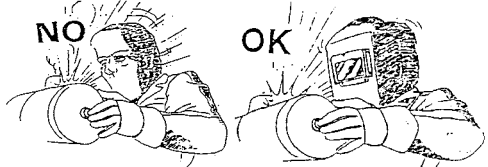

Fig.2
**Atención: no mire nunca un arco eléctrico sin una protección adecuada para los ojos (Fig. 2).**